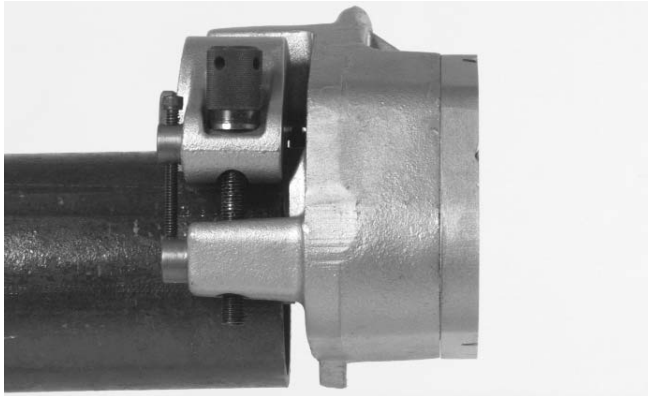

Figura 3 – Montaje de la Ranuradora sobre el tubo
- Coloque la Ranuradora 915 sobre el tubo dejando accesible el tornillo de alimentación (Figura 3).